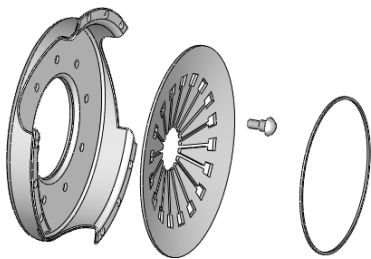

图 5-24 导入零部件
STEP 1 新建“装配体”类型文件，并单击“插入零部件”按钮，依次导入本书提供的素材文件：离合器盖.sldprt、膜片弹簧.sldprt、支撑环.sldprt 和膜片弹簧与离合器盖铆钉.sldprt，如图 5-24 所示。